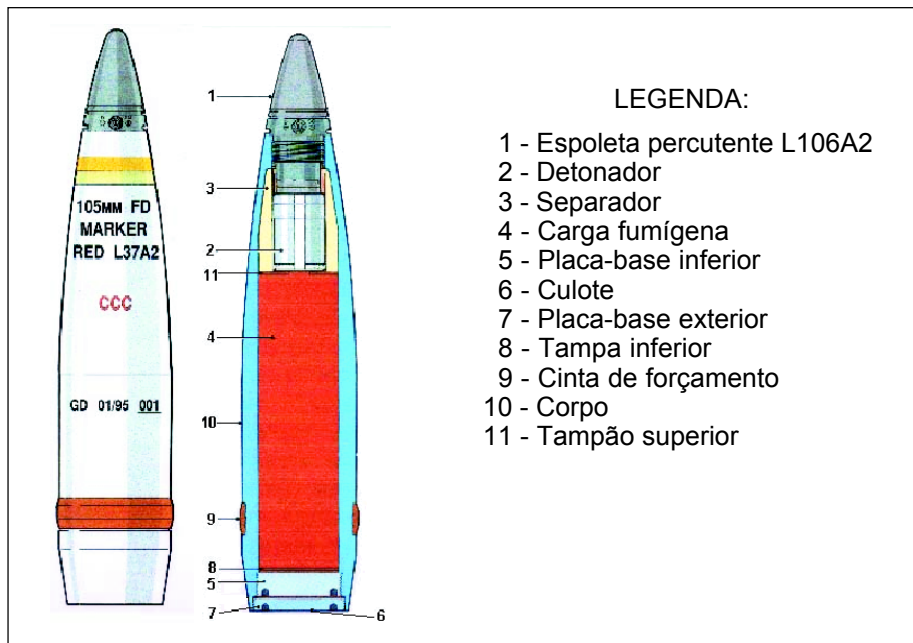

Fig 10-3. Granada 105 mm, fumígena de sinalização, (MARKER RED L37A2/ MARKER ORANGE L38A2)
c. Granada 105 mm, Fumígena de Sinalização, (MARKER RED L37A2/MARKER ORANGE L38A2). (Fig 10-3)
(1) A granada apresenta-se na cor branca (leitosa) e, ao se fragmentar, produz uma pequena porção de fumaça colorida (vermelha ou laranja). Deve ser utilizada com espoleta percussora. As demais características do corpo da granada são semelhantes às da granada explosiva.
(2) A granada é dotada de uma pequena carga explosiva (detonador) e, de uma carga fumígena colorida, nas cores vermelho ou laranja, que é liberada após a fragmentação da granada pela ação da carga explosiva. (Fig 10.3)